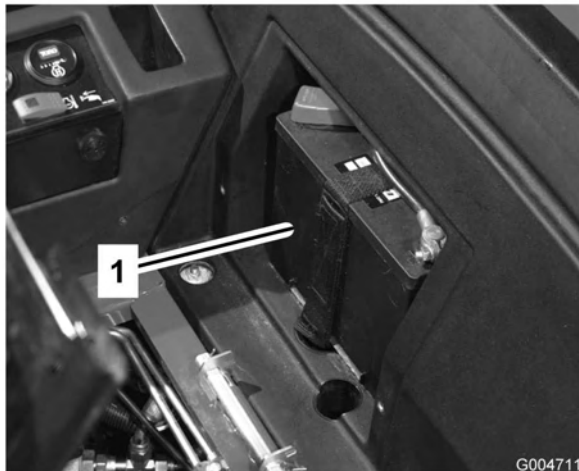

Figura 54
3. Retire los tapones de llenado de la batería (Figura 54) y llene cada celda lentamente hasta que el nivel de electrolito esté justo por encima de las placas.